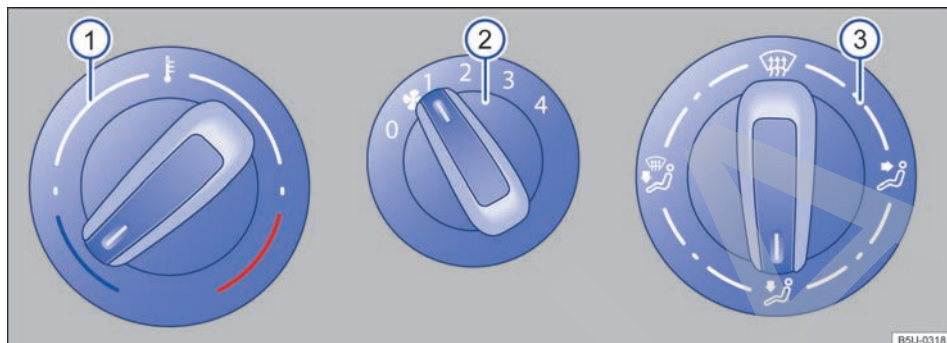
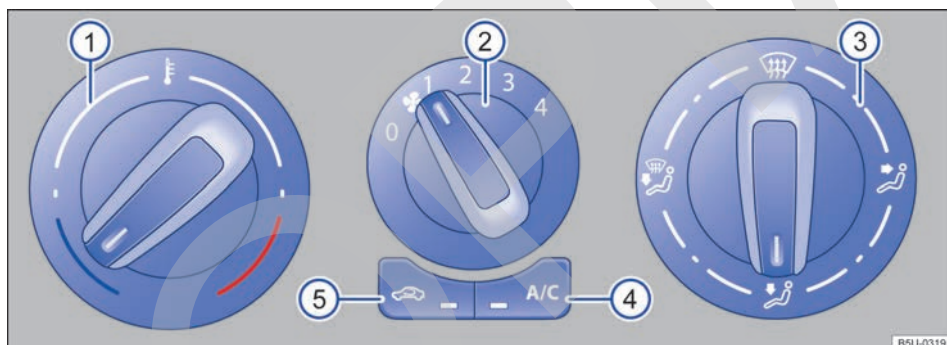

Fig. 113 Comandos del sistema de ventilación y calefacción.
Fig. 114 Comandos del aire acondicionado.
Información complementaria del sistema de calefacción y ventilación → fig. 113 y aire acondicionado → fig. 114.
Comandos	Información complementaria del sistema de calefacción y ventilación → fig. 113 y aire acondicionado → fig. 114.
- En vehículos con sistema de calefacción, girar el regulador de temperatura → fig. 113 totalmente hacia la derecha, a la posición máxima de calefacción.
- Girar el botón de distribución de aire → fig. 114 ③ a la posición , en esta posición el modo de recirculación de aire se apaga automáticamente.
- Girar el botón del ventilador ② al nivel 3 o 4.
- Girar el regulador de temperatura ① a la posición deseada.